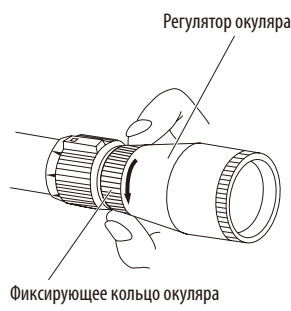

Рис. 3
- 3 И, наконец, не сдвигая регулятор окуляра, поверните фиксирующее кольцо окуляра (Рис. 3) до конца, чтобы регулятор окуляра был надежно зафиксирован.